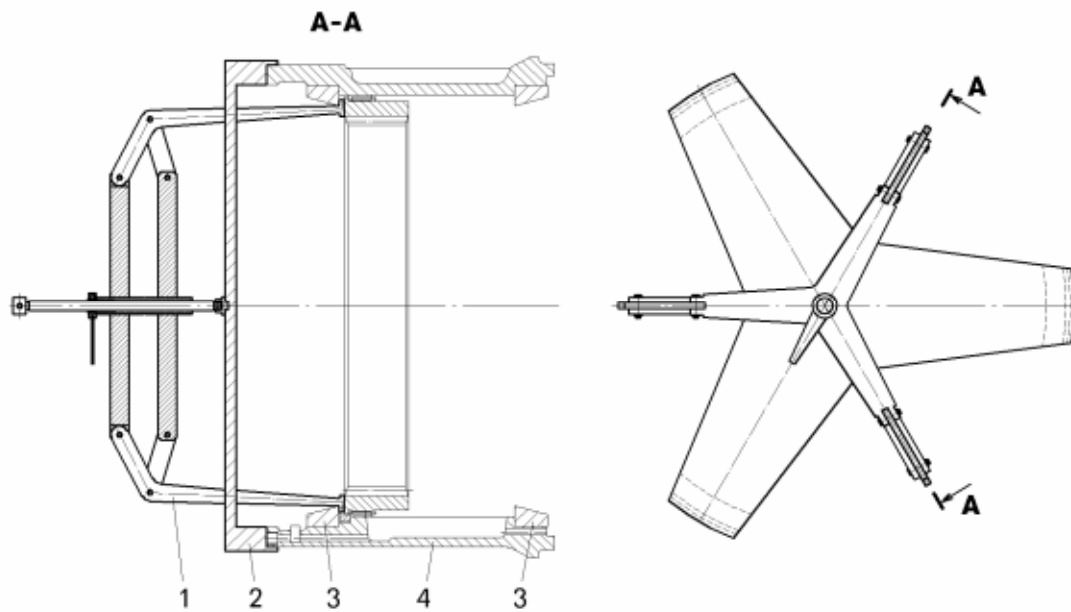

Рисунок 7.10 – Приспособление для снятия наружных колец подшипников:
- выпрессовать из ступицы 4 (рисунок 7.10) наружное кольцо сначала наружного подшипника 3, а затем внутреннего подшипника съемником 1, установив крышку 2 на ступицу мотор-колеса;